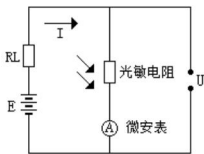
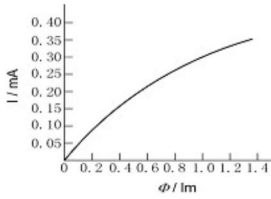

图 6 伏安特性测量电路
图 8 光敏电阻光照特性
(2) 光照特性：是描述光电流 I 和光照强度之间的关系，不同材料的光照特性是不同的，绝大多数光敏电阻光照特性是非线性的，如图 8 所示。测量方法，请参考亮电流测量原理图， E 取 8V ， R_L 取 1k 。选取 9 个不同的照度值，依次测量电压 U 、电流 I 、和光电流值。测量原理图参考图 6。